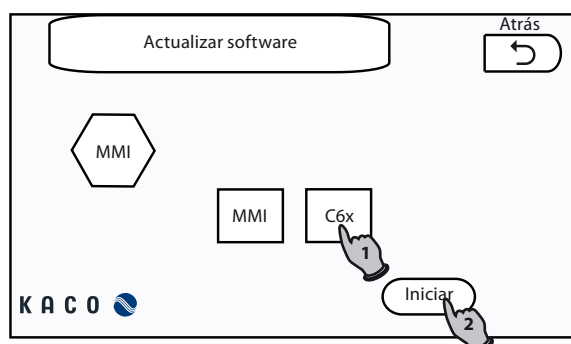

Figura 61: Pantalla de actualización del software
- » Se abrirá la pantalla "Actualizar software" (Figura 61).